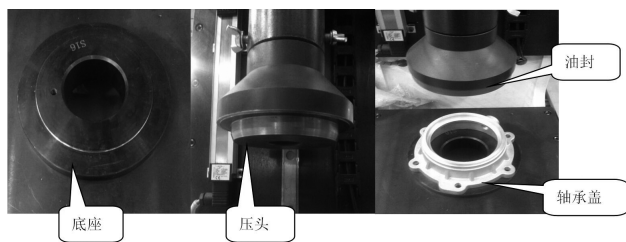

图2 油封压装工装及压装准备示意图
图2为轴承盖油封压装工装(包括压头和底座)及压装准备示意图。因为油封在压装的过程中会直接与工装接触,为了避免工装对油封造成损伤,首先就要对工装进行检查确认:①根据不同的油封,选用相应的油封压装底座和压头,不匹配的工装不能使用;②检查油封压装工装是否有磕碰、锈蚀、毛刺、划伤等缺陷,如存在缺陷,应当用抛光布予以修复,无法修复则应更换新工装;③定期清理工装,防止油封在压装过程中粘